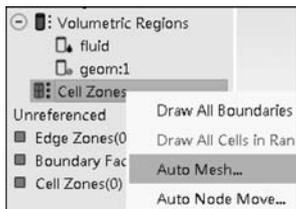
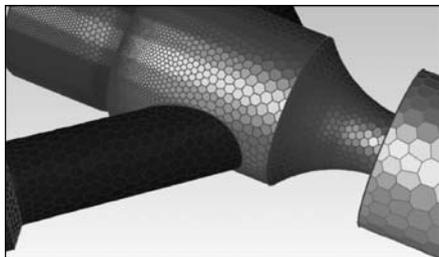
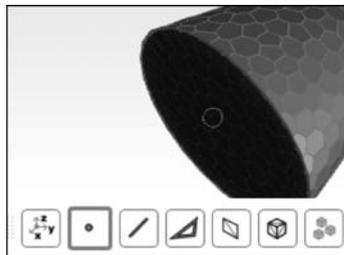

图 3.134 创建体网格
图 3.136 生成的体网格
图 3.137 在下方选择刷新
(16) 如图 3.134 所示,右击 Cell Zones,选择 Auto Mesh,弹出如图 3.135 所示的体网格设置对话框。在 Boundary Layer Mesh 中选择 scoped,将名称修改为 inflation,单击 Create 按钮,使用默认参数创建边界层网格。在 Volume Fill 中可以设置不同的体网格类型,其中 Poly 为多面体类型网格,是 Fluent Meshing 中特有的网格类型,它可以在较少的网格单元数量的情况下达到较高的网格质量。它的缺点在于无法并行生成网格,若需并行生成网格,则可以使用 Poly-Hexcore 多面体+六面体混合类型网格。勾选 Merge Cell Zones within Regions,确保边界层网格与内部网格处于同一区域内。右击 Mesh Objects,选择 Draw All,刷新后的网格如图 3.136 和图 3.137 所示。